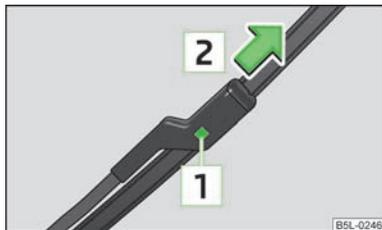

Fig. 30
- Enfoncez la fixation [1] » fig. 30 pour déverrouiller le balai d'essuie-glace et tirez-le dans le sens de la flèche [2].